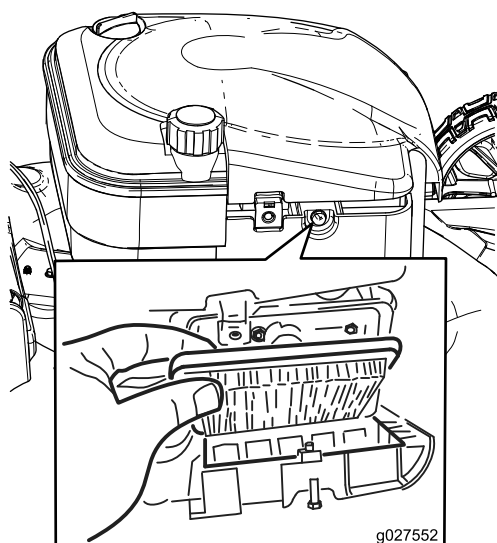

Figura 23
2. Sostituite il filtro dell'aria (Figura 23).